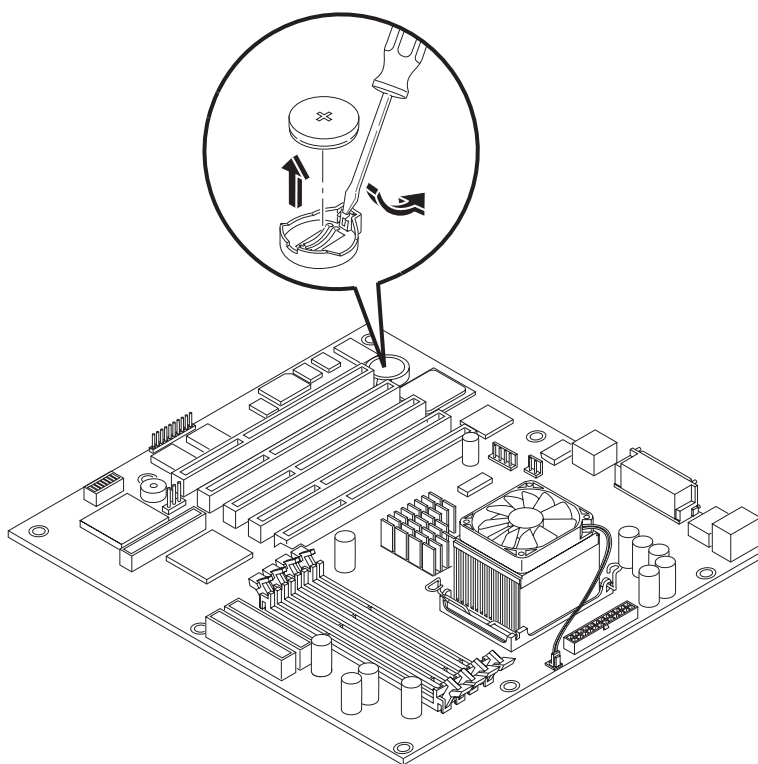

Figure 7-18. Retrait de la pile
6. Introduisez entre la pile et le clip de fixation un petit tournevis plat ou un outil semblable. Voir la Figure 7-18.